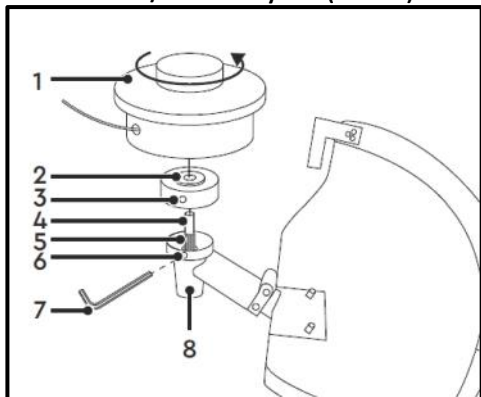

Рис. 24
### Встановлення/зняття котушки (Рис. 24)
- Встановіть на шліці (5) шпинделя (4) шліцьову привідну шайбу (2) з посадковою сходиною.
- Обертаючи шліцьову привідну шайбу (2), сумістіть її отвір (3) з отвором (6) нижнього редуктора (8).
- Заблокуйте обертання шпинделя (4) та шліцьової привідної шайби (2), встановивши ключ (7) в отвори (6) нижнього редуктора (8) та в отвір (3) шліцьової привідної шайби (2).
- На різьбу шпинделя (4) нагвинтіть до упору котушку (1), обертаючи її в напрямку стрілки, як показано на (Рис. 24), після чого витягніть ключ (7).